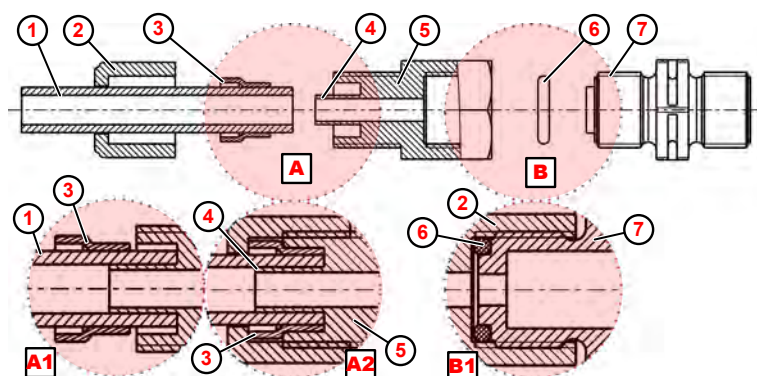

Fig. 7: Rør- og slangetilslutning med integreret støttemuffe
1. ➤ Læg O-ringen (Fig. 7 , ⑥) i suge- eller trykventilens not ⑦ .